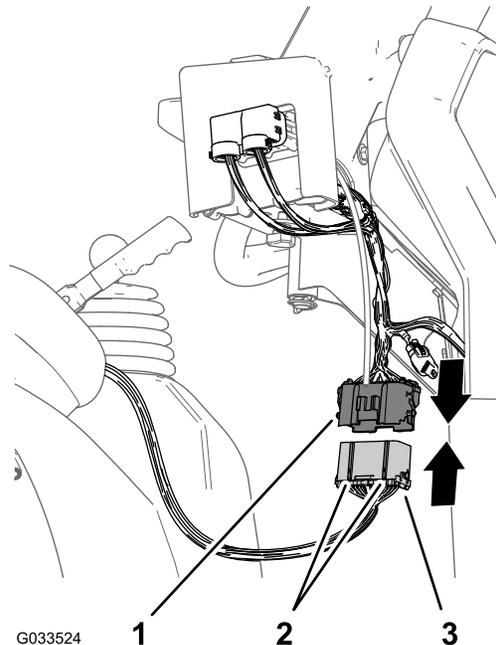

Рисунок 23
- Совместите 2 выступа 38-штыревого разъема заднего жгута проводов опрыскивателя с 2 пазами 38-гнездового разъема переднего жгута проводов, подсоединенного к управляющей консоли (Рисунок 23).
- Вставьте разъем заднего жгута проводов в разъем переднего жгута проводов так, чтобы защелки разъемов надежно зафиксировались со щелчком (Рисунок 23).